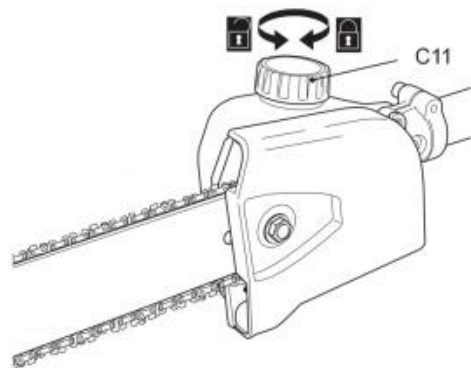

Fig. 16
2) Desenrosque y retire el tapón del depósito de aceite (C11) (Fig. 16), y añada el lubricante adecuado. Recomendamos utilizar un aceite para cadenas ecológico diseñado específicamente para este producto.